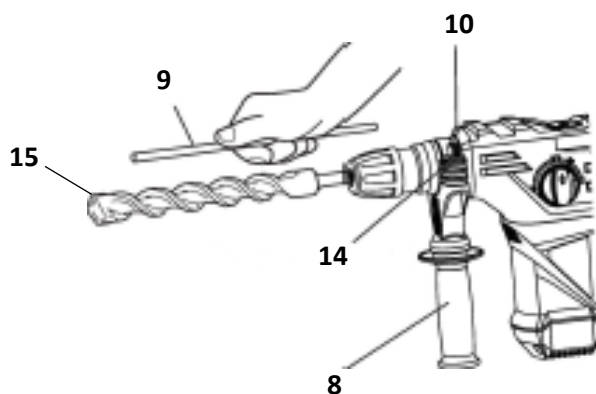

Рис.3
- Ослабить зажимной винт (10) на держателе (14) для установки ограничителя глубины сверления (9) в рукоятку (8) **Рис.3.**
- Установить ограничитель глубины (9) и желаемую глубину сверления бура (15).
- Затянуть зажимной винт (10).